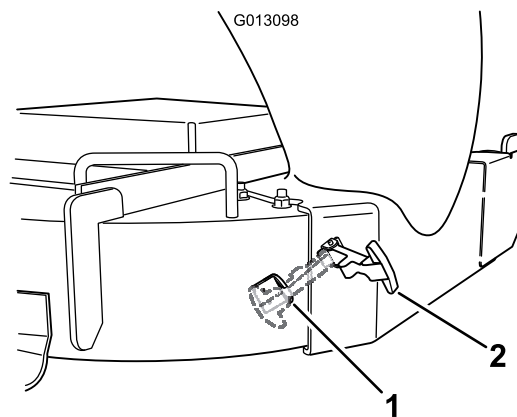

Figura 19
8. Enganche el cierre flexible del conducto en el soporte de retención soldado a la pared lateral de la carcasa de corte (Figura 19).